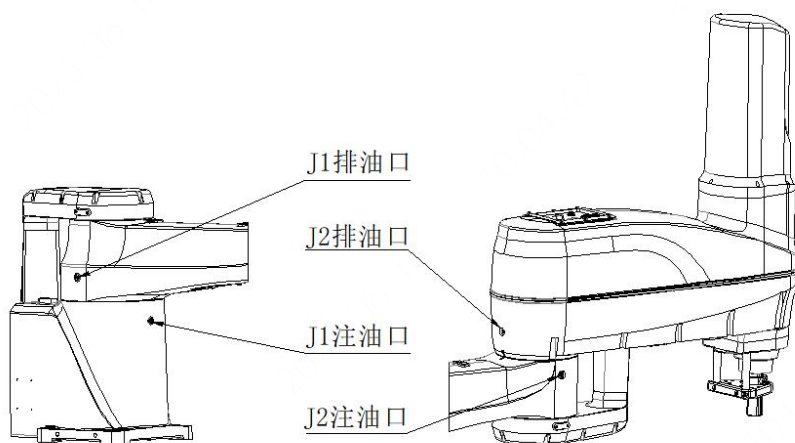

图 4-1 机器人油口位置图
- 2) 拆下润滑脂供、排油口的内六角螺塞 M10*1，见图 4-1。